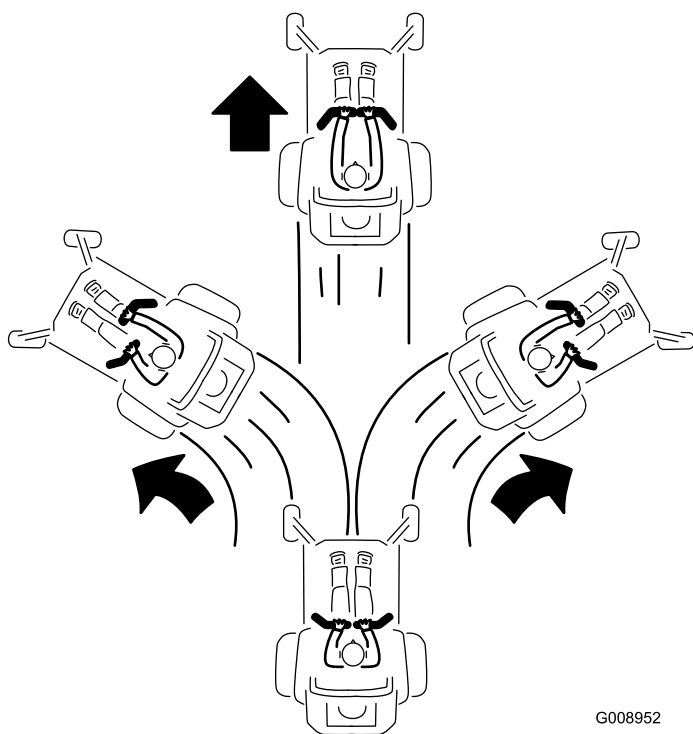

Bild 34
3. Drücken Sie die Fahrtriebshebel langsam nach vorne, um vorwärtszufahren (Bild 34).